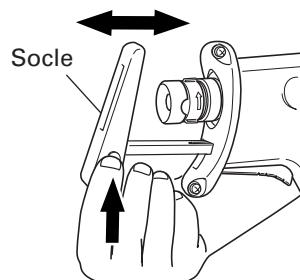

Fig. 11
- (2) Pousser l'extrémité de la lame vers le haut et pousser le socle d'avant en arrière. (Fig. 11)
(3) La position du socle se règle en trois étapes.